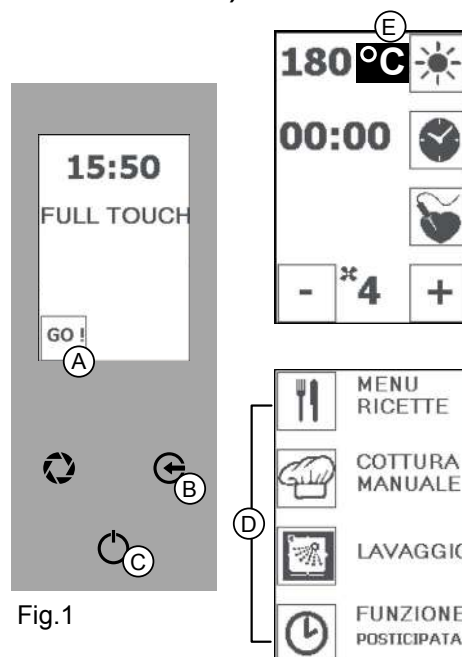

Fig.1
BRUCIATORE GAS Spento / °C fisso (Fig 1/E)
Premere l'icona "GO!" (Fig 1/A) per attivare menù principale. Premere l'icona corrispondente alla funzione (Fig 1/D) e procedere all'avvio desiderato (per es. vd. 6 PARAMETRI DI COTTURA).
In "schermata iniziale" dopo 15 minuti di inattività il forno va in "stand by". Premere tasto "INVIO" (Fig 1/C) per riattivarlo
In menù principale dopo 1 minuto di inattività il forno va in "schermata iniziale". Premere tasto "INVIO" (Fig 1/C) per riattivarlo
1. In modalità menù principale premere il tasto "ESC" (Fig 1/B).
2. In modalità funzioni premere il tasto "INVIO" (Fig 1/C) per fermare l'operazione, premere più volte il tasto "ESC" per uscire dalla/e funzione/i e tornare alla schermata iniziale.
Per impostare la data e l'orario tenere premuto lo schermo in basso a destra (Fig 1/D).
Con le icone “FRECCHE” (Fig 1/F) selezionare il parametro da modificare (per es. ORA, GIORNO, MESE, ANNO).
Con le icone “MENO” e “PIÙ” (Fig 1/E) modificare il parametro.
Premere tasto “INVIO” (Fig 1/C) per memorizzare.
Premere tasto “ESC” (Fig 1/B) per uscire senza memorizzare.